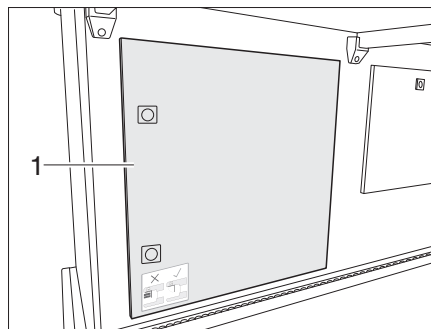

Bild 65 Zugangsklappe zu den Gasflaschen
- ▶ Niemals die Zugangsklappe (Bild 65,1) zu den Gasflaschen verstellen. Hinweisschild beachten.
- Klappe (Bild 65,1) zum Gaskasten öffnen.